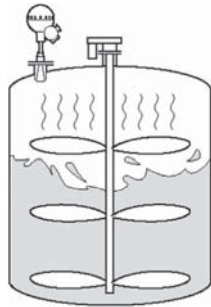

Рис.10.
**Пример 2 (рис.10).** Благодаря высокой чувствительности и усовершенствованной обработке эхо-сигналов, уровнемеры 5600 могут использоваться для измерений уровня в технологических резервуарах с мешалками. Помехи от возмущений, создаваемых мешалками, будут успешно отфильтрованы программным обеспечением уровнемера.